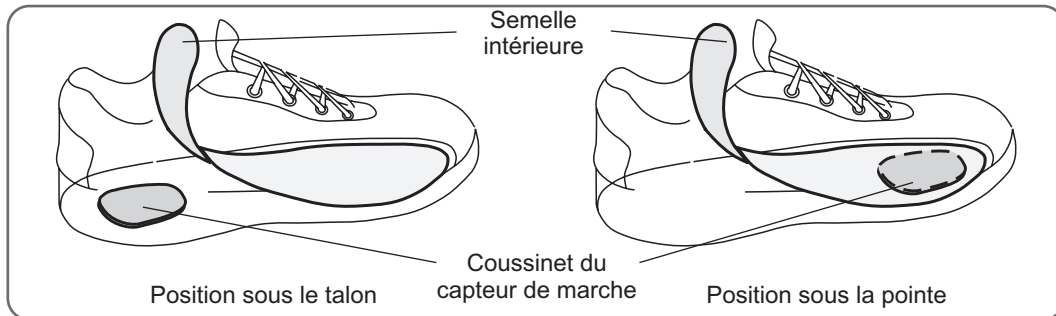

Figure 6-17 : Placement du coussinet pour capteur talonnier
2. Fixez un coussinet de capteur talonnier sous la semelle intérieure, en respectant la position préconisée par votre médecin. Reportez-vous à la figure 6-17.